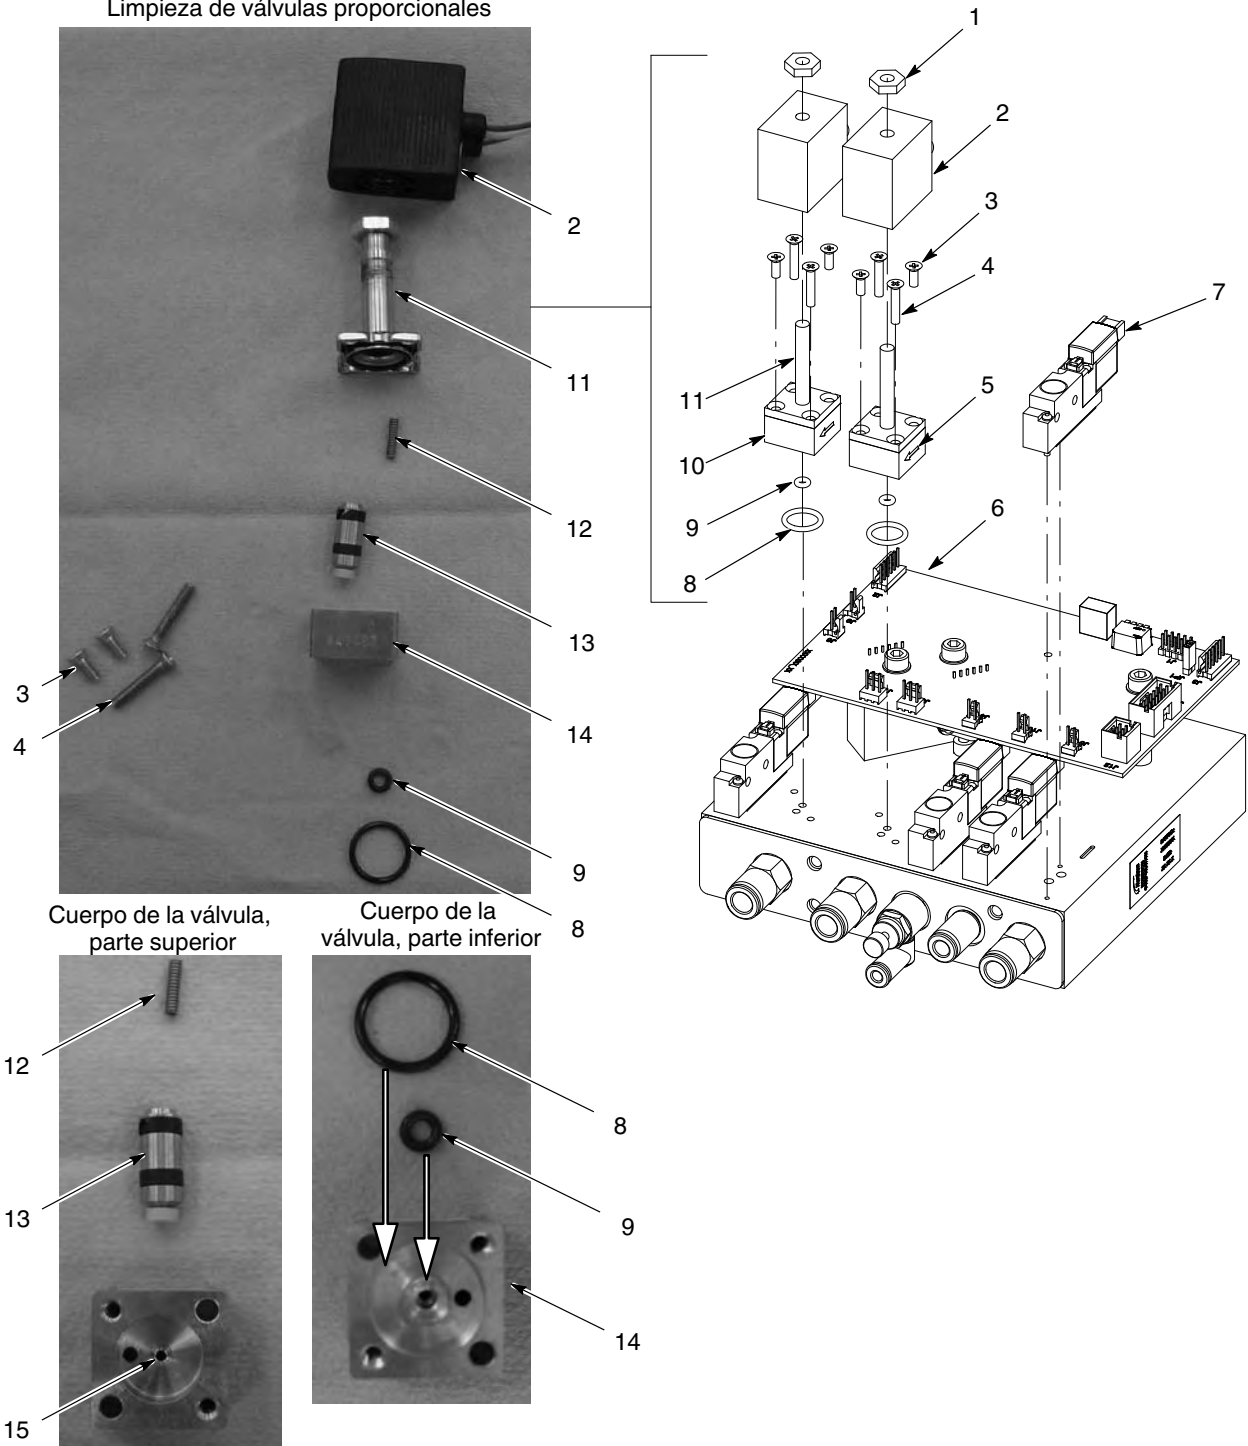

Figura 7-3 Limpieza y reparación del módulo iFlow
Ver la figura 7-3. Para extraer las electroválvulas (7), retirar los dos tornillos ubicados en el cuerpo de la válvula y despegar la válvula del distribuidor.
Ver la figura 7-3. Un suministro de aire sucio puede provocar el mal funcionamiento de la válvula proporcional (10). Para desmontar y limpiar la válvula, se deben seguir estas instrucciones.
1. Desconectar el cableado de la bobina (2) de la placa de circuito (6). Extraer la tuerca (1) y la bobina de la válvula proporcional (10).
2. Extraer los dos tornillos largos (4) y los dos tornillos cortos (3) para extraer la válvula proporcional del distribuidor.
3. Extraer el vástago de la válvula (11) del cuerpo de la válvula (14).
4. Retirar el cartucho de la válvula (13) y el muelle (12) del vástago.
5. Limpiar la superficie de apoyo y las juntas del cartucho, así como el orificio (15) del cuerpo de la válvula. Utilizar aire comprimido a baja presión. No se deben utilizar herramientas de metal afiladas para limpiar el cartucho o el cuerpo de válvulas.
8. Fijar el cuerpo de la válvula en el distribuidor con los tornillos largos, asegurándose de que la flecha (5) ubicada en el lateral del cuerpo apunte hacia los racores de salida.
Ver la figura 7-3. Si después de limpiar la válvula proporcional no se ha corregido el problema del flujo, entonces se debe sustituir la válvula. Antes de instalar una nueva válvula, extraer la cubierta protectora de la parte inferior del cuerpo de la válvula. Procurar que no se pierdan las juntas tóricas debajo de la cubierta.